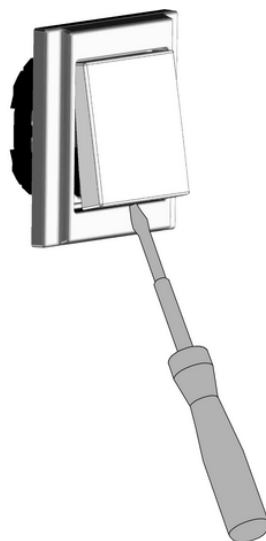

Рисунок 5: Демонтаж крышки
- i** Не повредите крышку (4) и рамку (2)!
- Вставить отвертку в углубление на нижней стороне (рисунок 5) и осторожно снять крышку (4).
- Ослабить винт (5).
- Извлечь электронную насадку (3) из клеммного блока.
- Снять крышку (4) (рисунок 5).